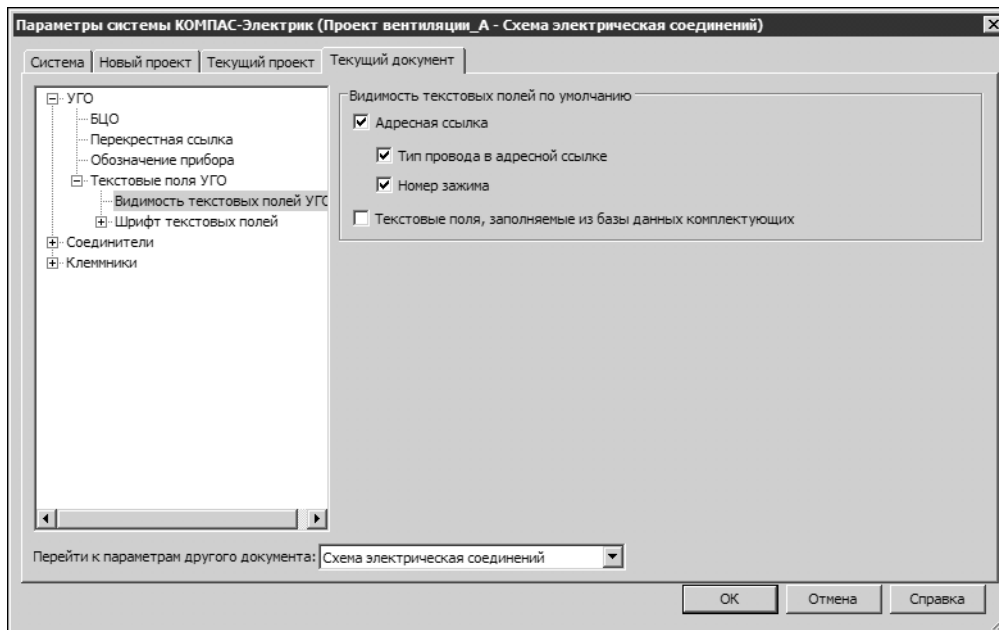

Рис. 26.15. Видимость адресных ссылок
2. Если схема соединений будет создаваться адресным способом, то перед ее формированием в настройках документа необходимо включить видимость текстового поля адресной ссылки (рис. 26.15 на с. 480).